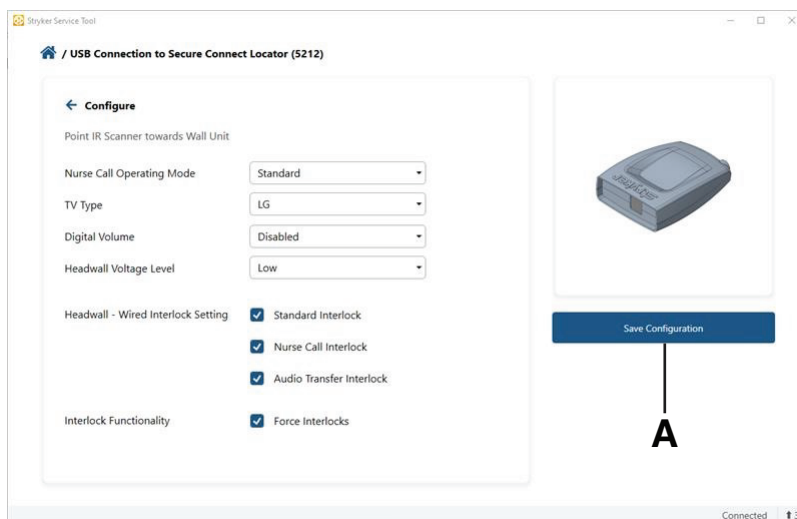

Abbildung 4 – Stryker Service-Tool
2. **Konfiguration speichern** (A) auswählen (Abbildung 4).